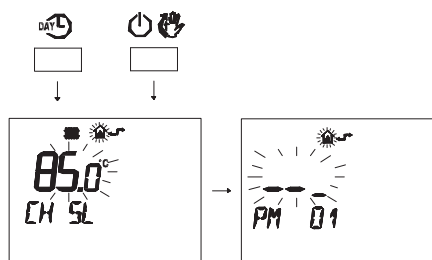

Figura 5.47
- Premere contemporaneamente i pulsanti **DAY** e **ON/OFF** per entrare nella programmazione trasparente (Figura 5.47).